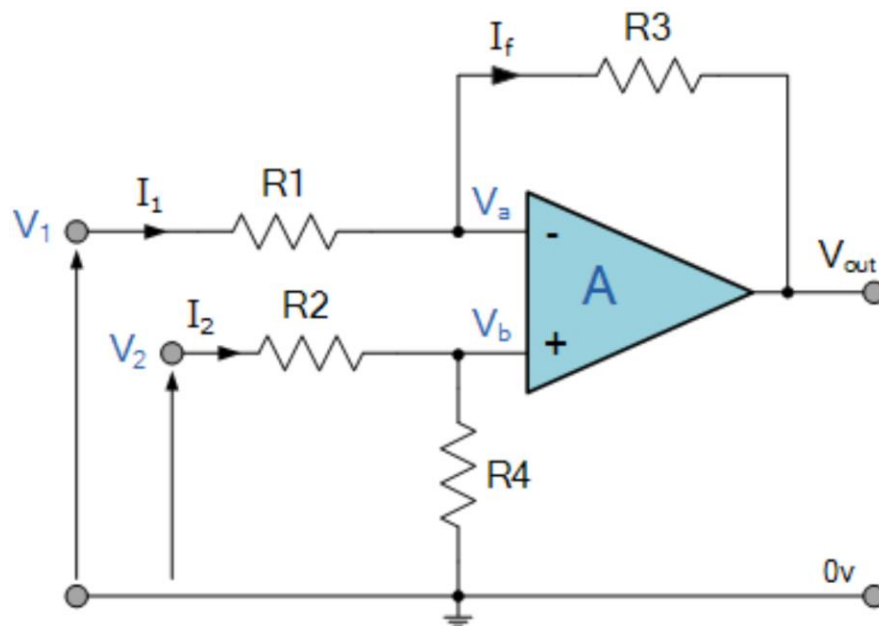

Рисунок 7 – Дифференциальный усилитель на ОУ
3. Напряжение с делителя вычитается из опорного с помощью дифференциального усилителя. Так как используется однополярное питание, нужно сместить ноль дифференциального усилителя на $V_{div2} = \frac{V_{cc}}{2}$. Это делается подключением линии 0В (Рисунок 7) к V_{div2} . Тем самым формируется значение ошибки управления: